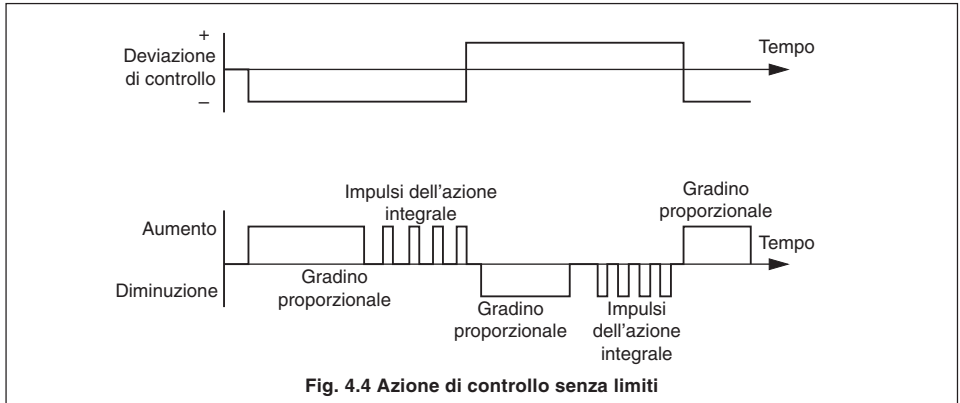

Fig. 4.4 Azione di controllo senza limiti
4.5.2 Predisposizione della valvola (tipi senza limiti) – Fig. 4.4